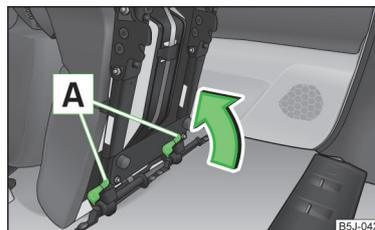

Fig. 41
- Bloquear el asiento al final de la guía presionando los bloqueos del asiento **A** » fig. 41 en el sentido de la flecha.
- Si el asiento está desmontado, ponerlo primero sobre la guía y bloquearlo » fig. 41 de la página 61. Asegurarse de que el asiento está correctamente bloqueado tirando de él.